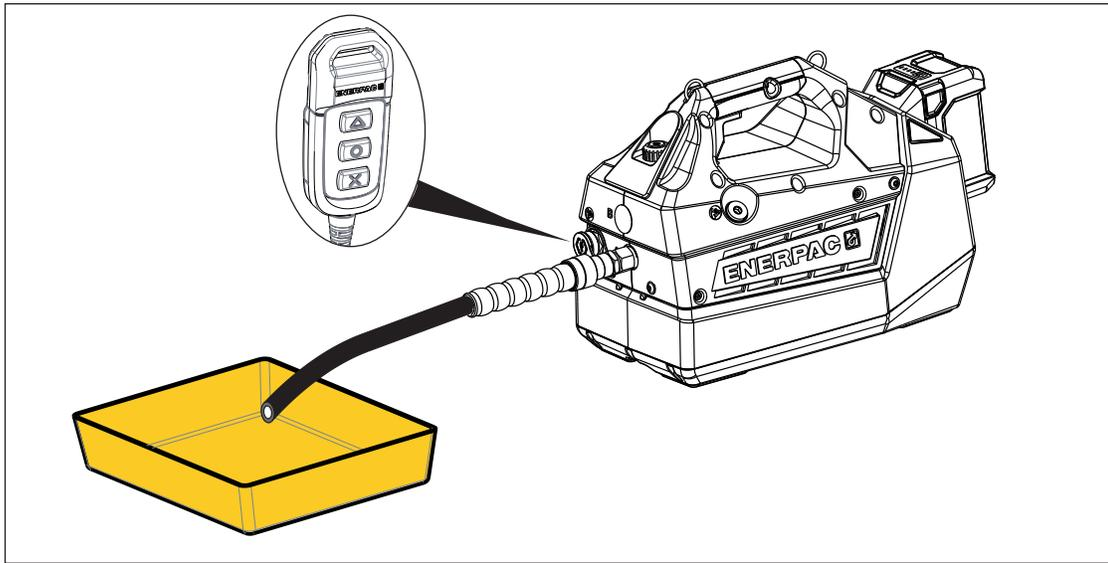

図14: 油圧容器の抜き取り
4. 開口ホースをポンプの「A」ポートに接続します。ホースの開口側を、使用済みオイルをすべて回収するのに十分な大きさがある適切な受け皿または容器に置きます。図14を参照してください。
7. ジョグボタン  を押し続けると、モータが起動し、容器の排出が開始されます。ホースの開口部から流れ出るオイルが止まるまでモータを動かし続けます。次に、ジョグボタン  を放すと、モータが停止します。図14を参照してください。